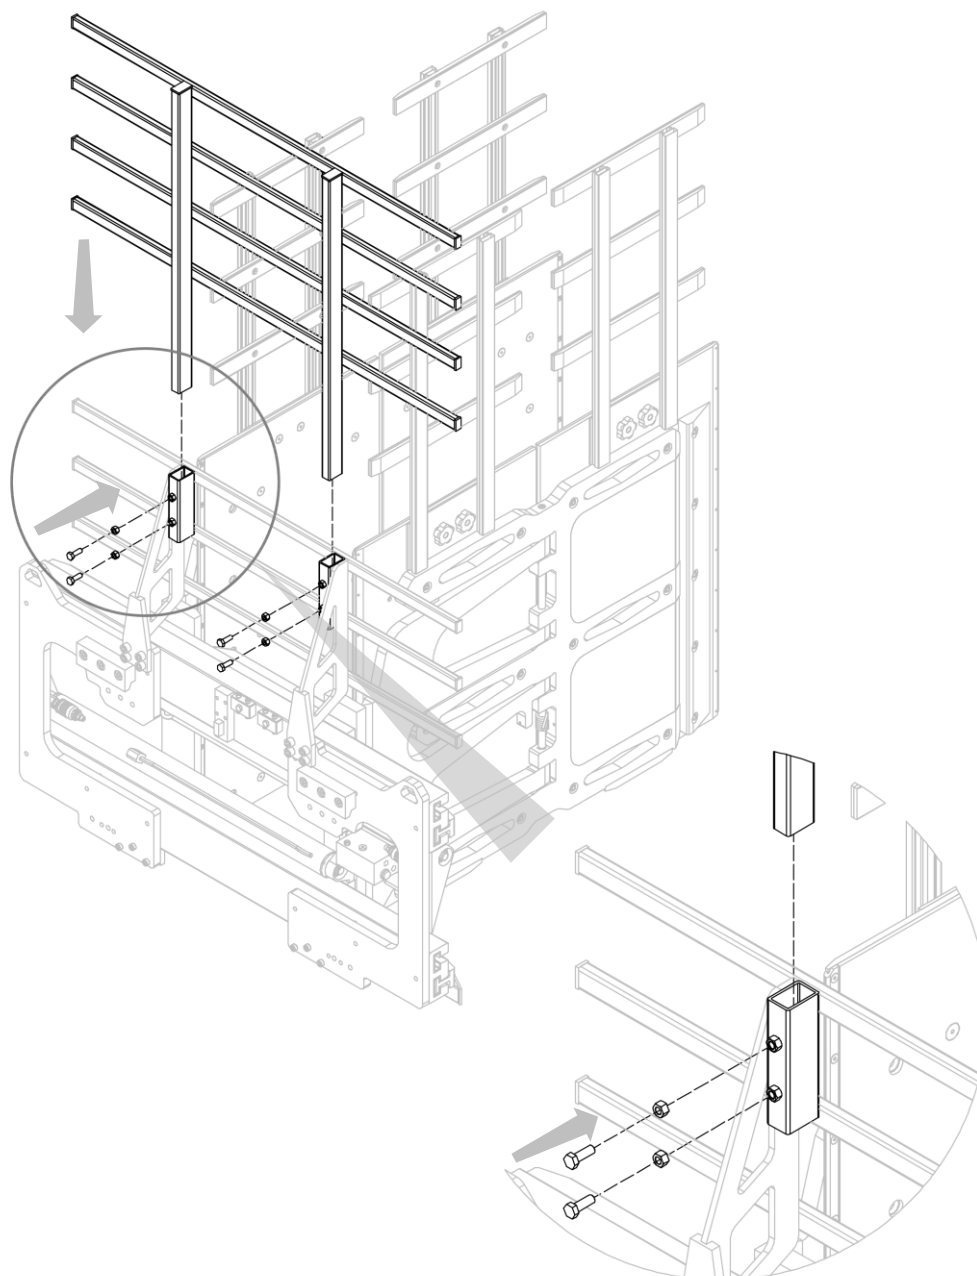

Figure 44
4. Monter la partie supérieure du cadre de chargement à l'aide de vis et contre-écrous appropriés (voir Figure 44).